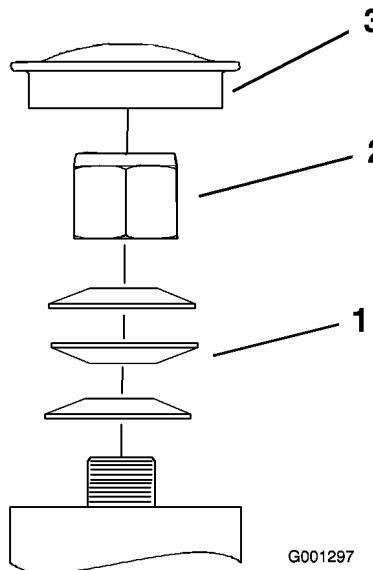

Figure 46
3. Retirez le capuchon anti-poussière de la roue pivotante et serrez le contre-écrou (Figure 46).
4. Continuez de serrer le contre-écrou jusqu'à ce que les rondelles élastiques soient aplatis, puis desserrez-le de 1/4 de tour pour obtenir la précharge correcte des roulements (Figure 46).
- Important:** Veillez à placer les rondelles comme illustré (Figure 46).
5. Remettez le capuchon anti-poussière en place (Figure 46).